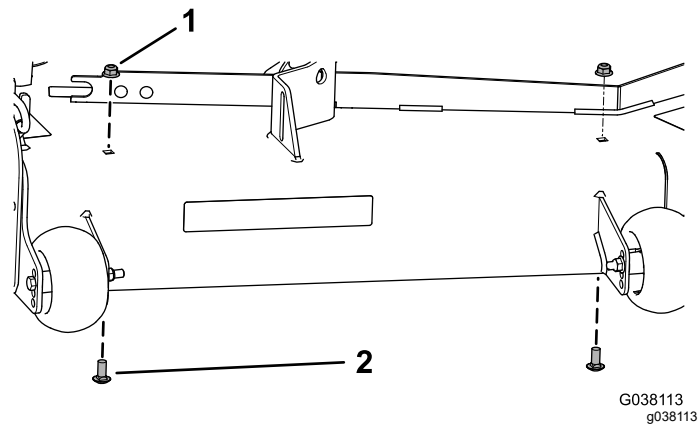

Figura 34
1. Rimuovete i 2 dadi flangiati preesistenti ($\frac{3}{8}$ ") e i 2 bulloni a testa tonda ($\frac{3}{8}$ " x $\frac{7}{8}$ ") dal piatto di taglio (Figura 34).